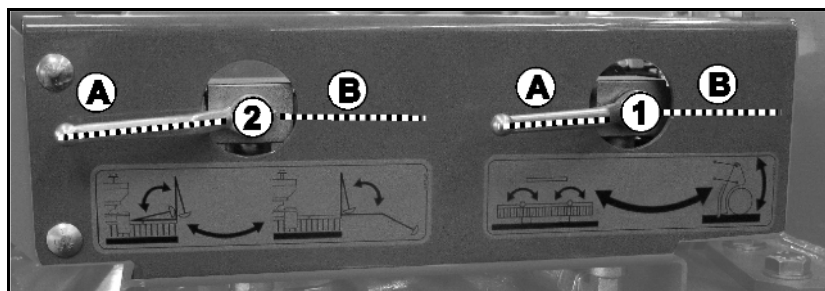

Рис. 98
1. Установите шаровой кран (Рис. 98/1) в положение **В**.
5. Установите шаровой кран (Рис. 98/2) в положение **А**.
8. Установите шаровой кран (Рис. 98/1) в положение **А**.